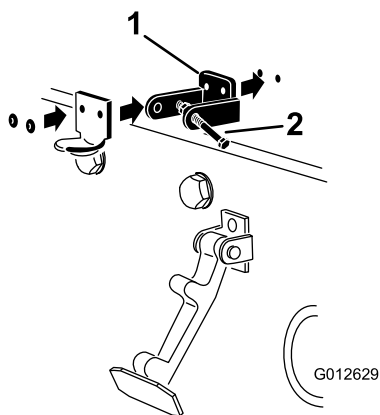

Figura 4
4. Allineate i fori nella staffa del fermo del cofano, la staffa di blocco CE e il cofano, come illustrato nella Figura 4.
Nota: Allineate la staffa di blocco CE sul cofano (Figura 4). Non rimuovete il bullone e il dado dai bracci della staffa di blocco CE.
6. Fissate le staffe e le rondelle sul cofano (Figura 4).